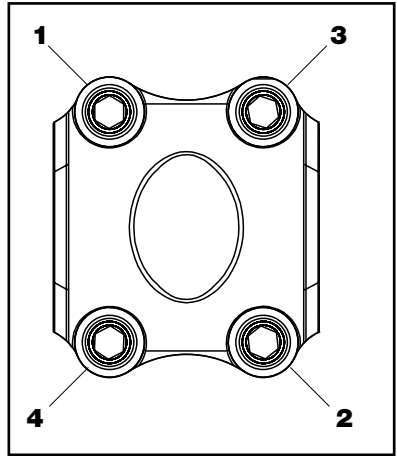
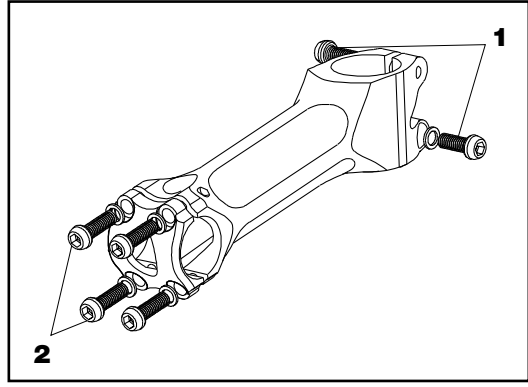

ABB. 1 ORDNUNG DES ZUSAMMENBAUS DER SCHRAUBEN
ABB. 2
- Verwenden Sie den 5 mm Innensechskantschlüssel, um die zwei M6 Zylinderschrauben der hinteren Klemme durch die M6 Unterlegscheiben (Nr. 1 in Abb. 2) ins Gewinde der hinteren Klemme einzuschrauben. Ziehen Sie jede Schraube mit einem Drehmoment von 9,04 Nm an.
- Installieren Sie den Lenker mittels entfernbarer vorderer Vorbaukappe. Verwenden Sie den 5 mm Innensechskantschlüssel, um die vier M6 Zylinderschrauben der vorderen Klemme durch die M6 Unterlegscheiben (Nr. 2 in Abb. 2) ins Gewinde der vorderen Klemme einzuschrauben. Folgen Sie der in Abbildung 1 gezeigten Reihenfolge, und ziehen Sie jede dieser vier Schrauben zuerst mit einem Moment von 6,77 Nm an. Dann ziehen Sie diese vier Schrauben in derselben Reihenfolge mit dem endgültigen Drehmoment von 9,04 Nm an.